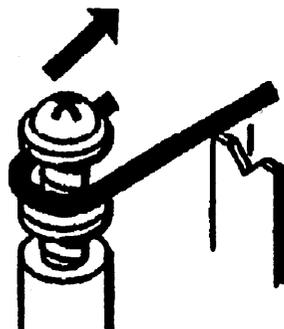

Рис. 3. Установка нити коротрона переноса и регулировка натяжения
2. (Рис. 3): Продеть провод в пазы на каждой стороне блока и обернуть свободный конец на 3/4 вокруг винта, как показано на рисунке. Винт не завинчивать до тех пор, пока не установится необходимое натяжение.